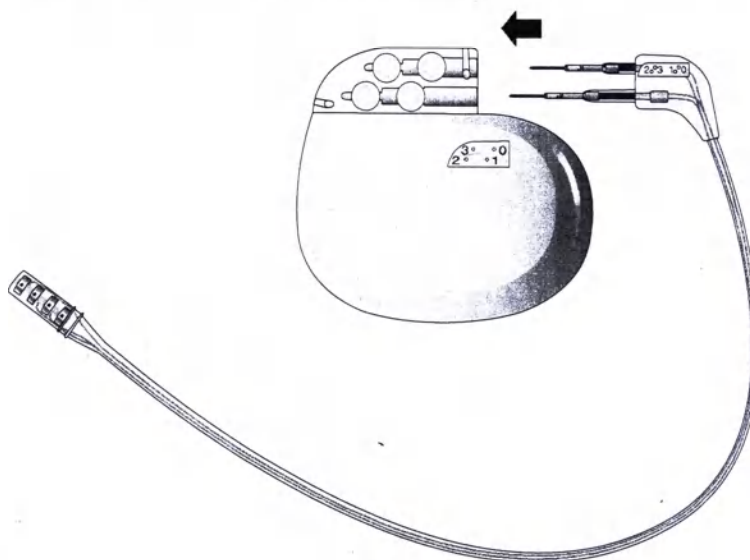

Рис. 1. Полностью вставьте в нейростимулятор штекеры коннектора удлинителя.
- Вставьте нужные штекеры коннектора удлинителя в соответствующее гнездо нейростимулятора. Штекеры должны плотно войти в блок коннектора (Рис. 1). Если при введении штекеров коннектора ощущается сопротивление, вывинтите установочные винты с помощью ключа с тарированным усилием (поставляемого с нейростимулятором).